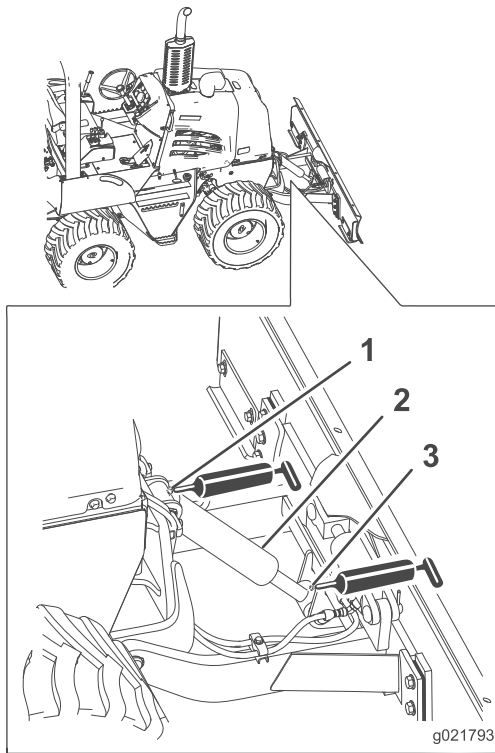

Bild 35
2. Setzen Sie eine Fettpresse auf jeden oberen und unteren Schmiernippel für den Hubzylinder und drücken Sie drei Stöße des Fetts auf jeden Schmiernippel ein (Bild 35).